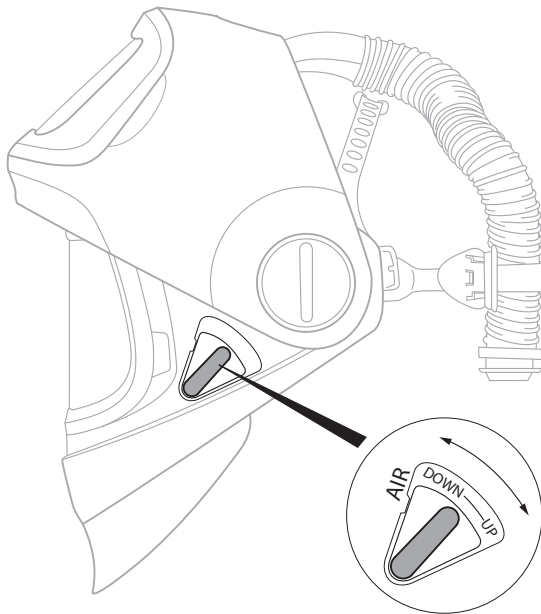

Fig. 8a
- Pour ajuster le débit d'air de bas en haut, repérer le levier UP – DOWN (HAUT – BAS) sur le côté gauche du masque de soudeur. Ajuster celui-ci dans la position désirée pour le débit d'air entrant (fig. 8a et 8c). L'ajustement entraîne un ensemble d'engrenage situé dans la partie supérieure du masque de soudeur qui dirige l'air vers différents canaux.